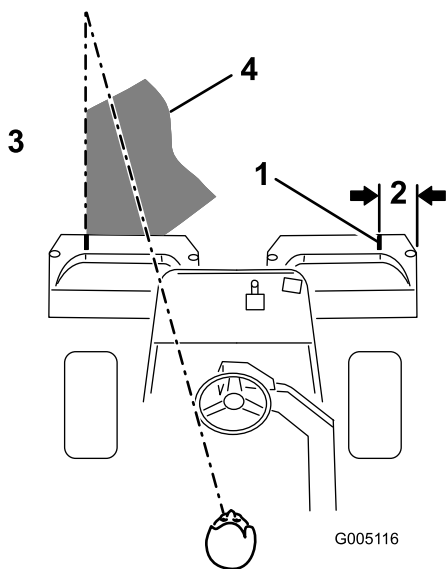

Figure 29
**Remarque:** Pour vous aider à traverser le green en ligne droite et à maintenir la machine à égale distance du bord de la passe précédente, imaginez une ligne de vision imaginaire à environ 1,8 à 3 m en avant de la machine jusqu'au bord de la partie non coupée du green (Figure 29). Faites passer la ligne de vision par le bord extérieur du volant, c.-à-d. de maintenir le bord du volant aligné sur un point se trouvant toujours à la même distance par rapport à l'avant de la machine.